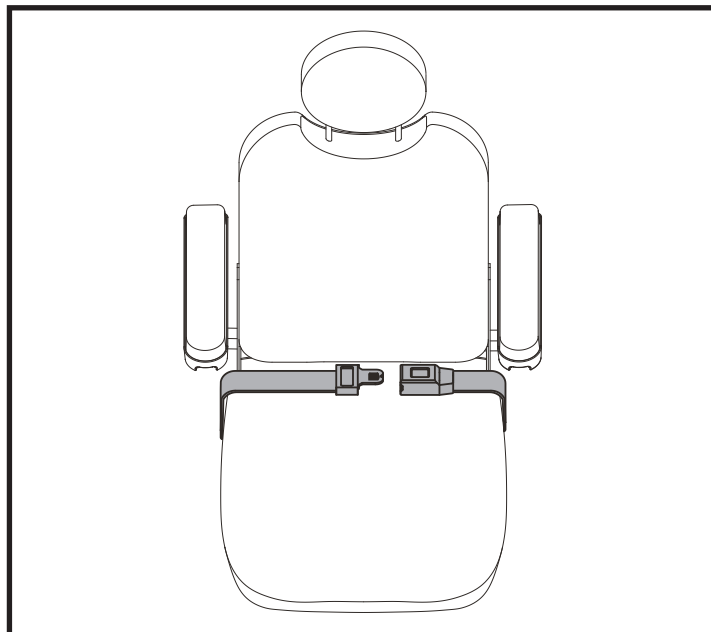

Figure 16. Ceinture de positionnement
**Voir la figure 16.** La ceinture de positionnement, réglable, a été conçue pour soutenir et empêcher tout glissement vers le bas ou vers l'avant une fois assis. La ceinture de positionnement n'a pas été conçue pour être utilisée comme ceinture de sécurité.
1. Prenez place sur le siège, insérez la patte métallique d'un côté dans le boîtier de la boucle du côté opposé jusqu'à ce que le «clic» se fasse entendre. **Voir la figure 16.**